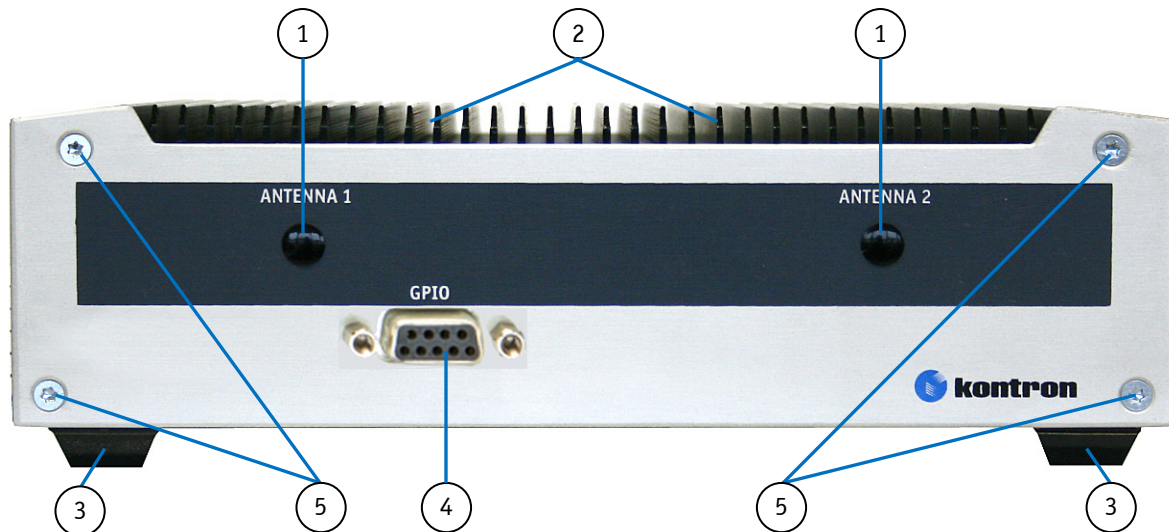
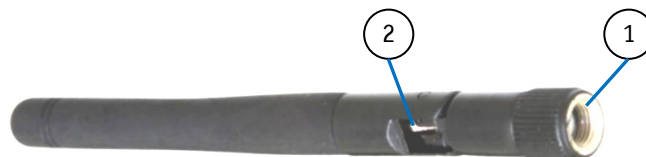

Abb. 14: KBox A-101 Rückseite mit optionaler GPIO-Schnittstelle
Abb. 15: Antenne für WLAN (WiFi)
Die KBox A-101 kann optional mit einer GPIO- (General Purpose Input/Output) Schnittstelle ausgestattet werden. Über diese Schnittstelle (Abb. 14, Pos. 4), die als 9-poliger D-SUB-Stecker ausgeführt ist, können Peripheriegeräte frei programmierbar gesteuert werden.
Abhängig von der bestellten Systemkonfiguration kann die KBox A-101 optional mit einer WLAN-Erweiterung (mit zwei Antennen) ausgestattet sein. Wenn Sie die Systemkonfiguration mit WLAN bestellt haben, befinden sich an Rückseite zwei Reverse (RP) SMA-Buchsen (Abb. 14, Pos. 1) die zum Anschrauben der Antenne dienen.
Die Antennen (Abb. 15) werden beim Aufbau der KBox A-101 an die RP SMA-Buchse (Abb. 14, Pos. 1) angeschraubt. Die Antennen sind abknickbar und können leicht in die entsprechende Position gebracht werden, um die optimale Send- und Empfangsqualität zu erhalten.